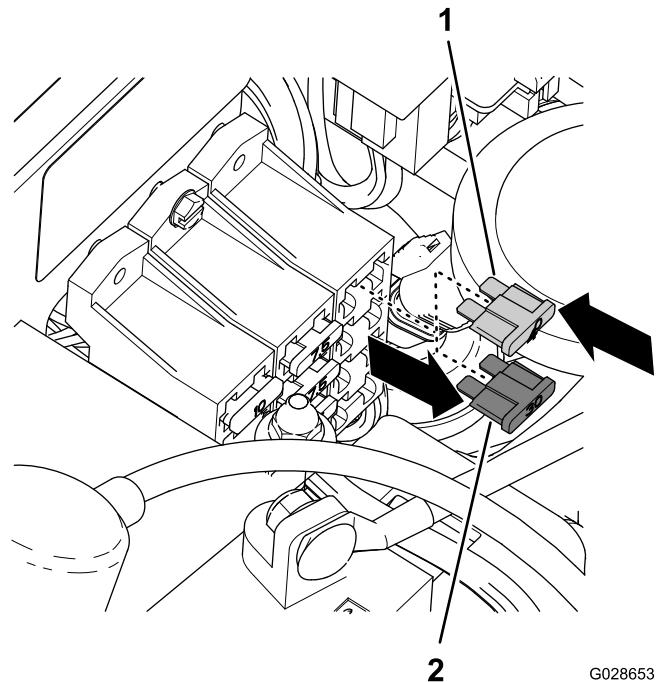

Figura 31
1. No bloco dos fusíveis, retire o fusível de 30 amp (Figura 31).
2. Na mesma tomada de onde retirou o fusível de 30 amp coloque um fusível de 40 amp (Figura 31).